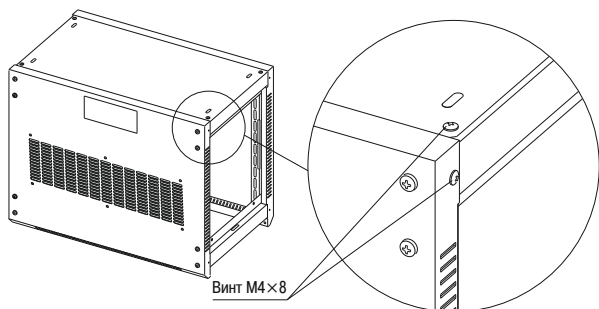

Рисунок 8
4.1.7 Положите стенку заднюю на рамы между крышей и дном и закрепите шестью винтами М4×8 (рисунок 8).
4.1.2 Закрепите винтами М4×8 крышу и дно на боковых поверхностях рам (рисунок 8), а также щеточный кабельный ввод.